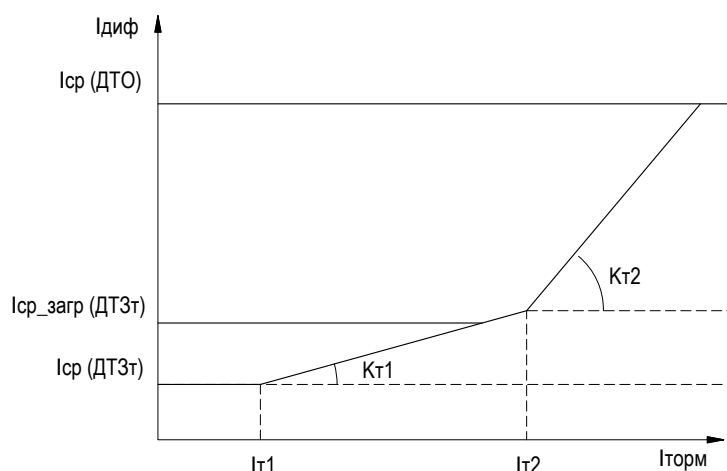

Рисунок 2.2 – Характеристика срабатывания ДЗТ
2.2.4.2 Характеристика срабатывания ДТЗт в координатах  $I_{диф}$  и  $I_{торм}$  представляет собой ломаную линию (см. рисунок 2.2), состоящую из трех участков. Данная характеристика срабатывания обеспечивает чувствительность ДТЗт при малых токах КЗ в зоне действия защиты.
2.2.4.14 При выявлении неисправности в цепях ТТ, что определяется срабатыванием КЦТ по сторонам трансформатора (см. подраздел 2.3) автоматически увеличивается уровень тока срабатывания горизонтального участка тормозной характеристики для снижения вероятности ложного срабатывания ДТЗт в режиме протекания токов нагрузки путем заглубления уставки ДТЗт до уровня «Iср\_загр» (см. рисунок 2.2).
2.2.5.1 Дифференциальная токовая отсечка предназначена для быстрого и селективного отключения повреждений, сопровождающихся большими токами КЗ в зоне действия ДЗТ. Характеристика срабатывания ДТО (см. рисунок 2.2) представляет собой прямую линию, определяемую уставкой «Iср». ДТО работает без каких-либо блокировок и не имеет торможения. Срабатывание ДТО происходит, если дифференциальный ток превышает уставку «Iср» в течении выдержки времени «Tср». Возврат ДТО происходит, если дифференциальный ток ниже уставки «Iср» с учетом коэффициента возврата.